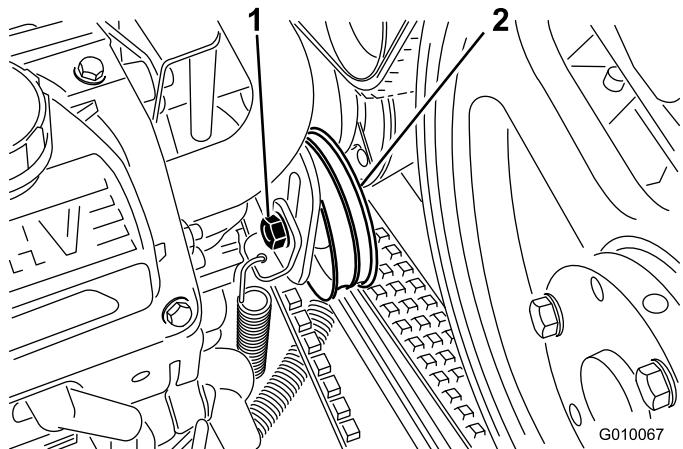

Bild 58
3. Lösen Sie die Pumpenriemenspannschraube so weit, dass sie im Einstellschlitz bewegen werden kann (Bild 58).